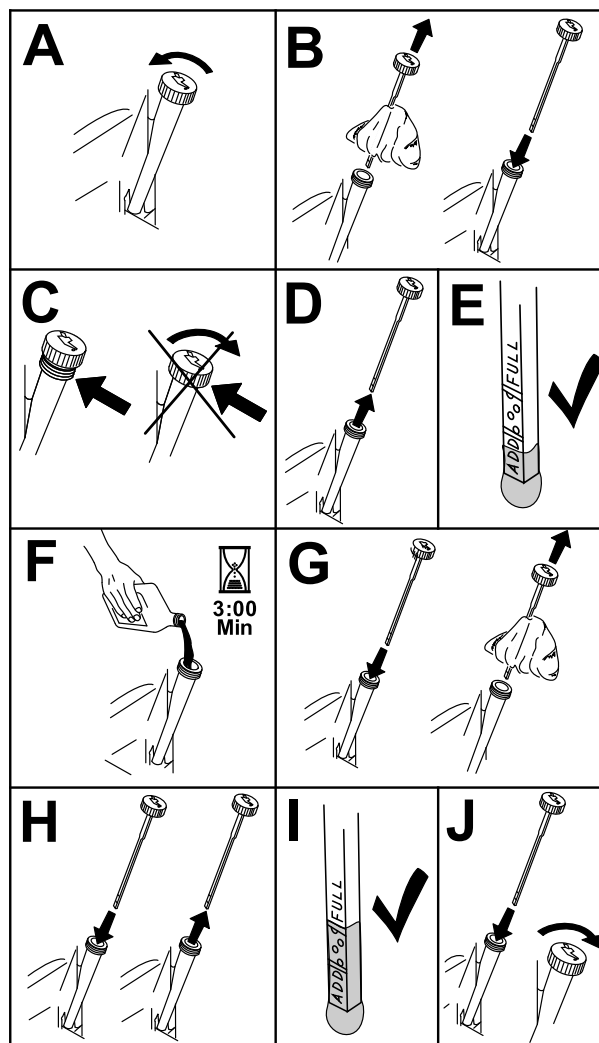

Figure 30
3. Pour éviter de faire tomber de l'herbe, de la poussière, etc., dans le moteur, nettoyez la surface autour du bouchon de remplissage-jauge d'huile, avant de l'enlever (Figure 30).